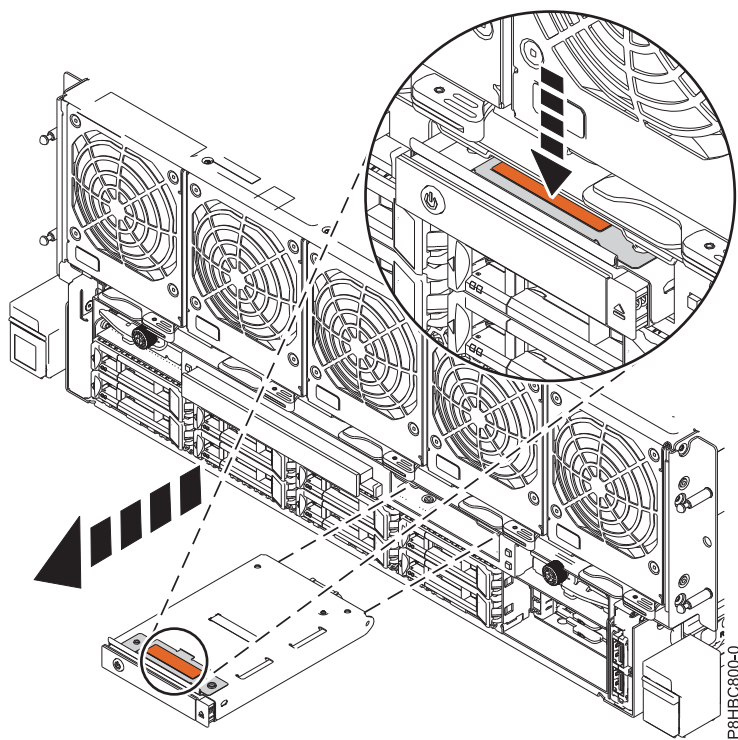

Figura 4. Extracció d'un tauler de control
2. Feu clic a la pestanya de color terracota i, a continuació, desplaçeu el tauler de control traient-lo de la ranura, tal com es mostra a la Figura 4 a la pàgina 8.